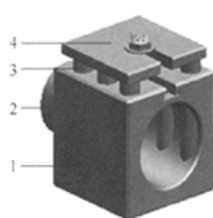

图 2 夹具各部分名称
R 弧的直径, 其深度超过对称孔的总长度, 位置要与另一端圆柱体同轴。④在定位孔的表面中间位置加工一个 T 形槽, 以便安装压板, 压紧工件, 如图 2 所示。